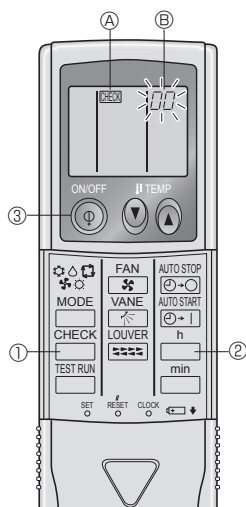

Fig. 7-6
7.3.2. Pour la télécommande sans fil (Fig. 7-6)
- ① Mettre sous tension.
- ② Appuyer deux fois sur la touche (vérification).